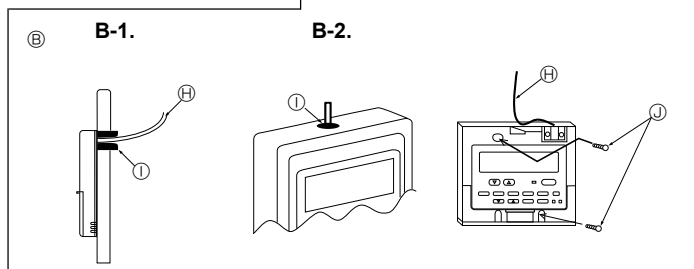

Fig. 6-3
(2) Sigillare l'apertura di servizio del cavo del comando a distanza con mastice, per evitare la possibile entrata di condensa, acqua, scarafaggi o vermi. (Fig. 6-3)
[Fig. 6-3]